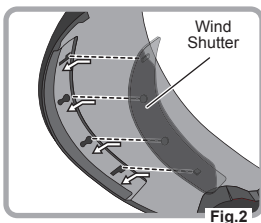

Fig.2
2. Se Fig. 2. Skub krogen på Wind Shutter ind i hullerne i hageovertrækningen. Følg pilens retning for at skubbe kroge i.